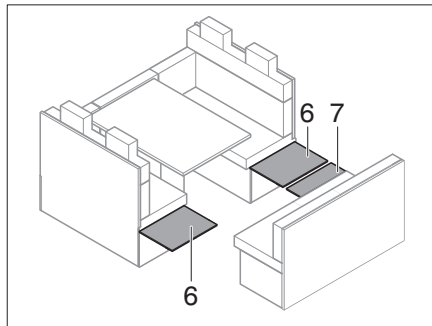

Fig. 216 Desplegar las paredes laterales
- Desplegar las paredes laterales de la caja del asiento (Fig. 216,6) y la pared delantera de la caja del asiento (Fig. 216,7).